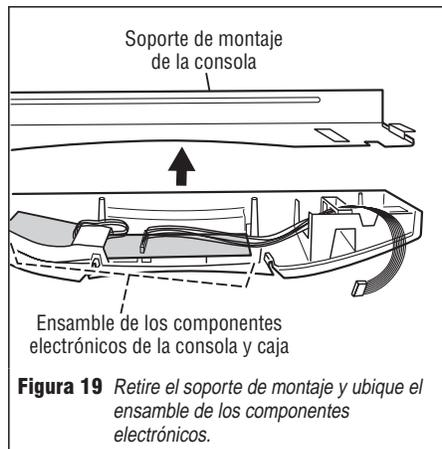

Figura 19 Retire el soporte de montaje y ubique el ensamble de los componentes electrónicos.
2. Retire los tornillos que fijan el soporte de montaje de la consola en el ensamble. Levante y retire el soporte para ubicar el ensamble de los componentes electrónicos. Vea la figura 19.